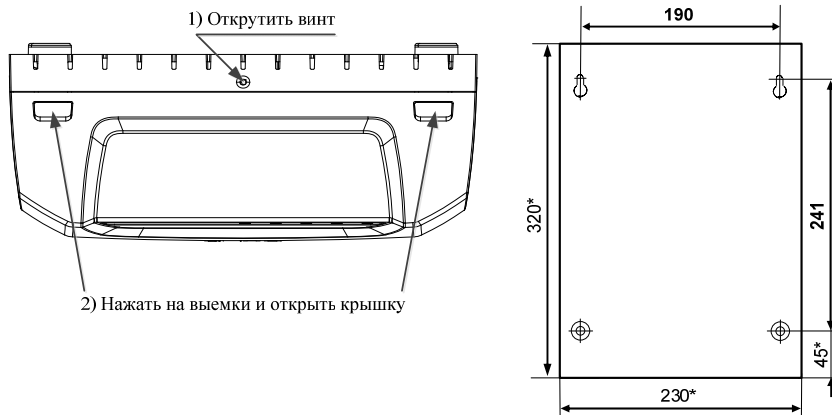

Рисунок 1
3.2.2 Для открытия крышки РИП необходимо выполнить следующие действия (см. рис. 1):
2) нажать на выемки на верхней стороне корпуса РИП и открыть крышку (рис. 1).
3.2.3 Закрепить РИП в удобном месте. Габаритно-установочные размеры указаны на рис. 1.